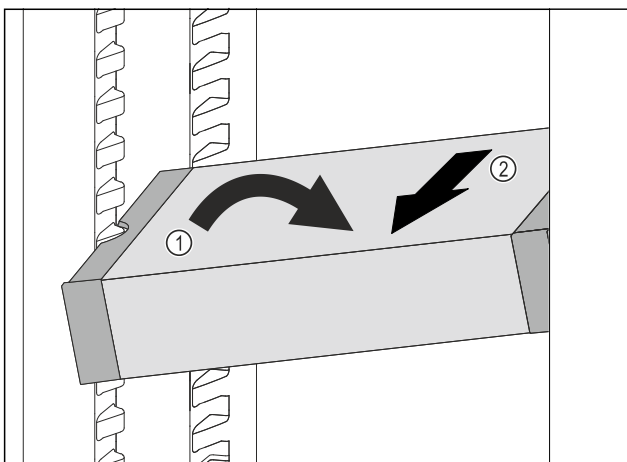

Fig. 161
- ▶ Расположите VarioSafe в холодильном отделении под наклоном. Fig. 161 (1)
- ▶ Извлеките VarioSafe движением вперед. Fig. 161 (2)